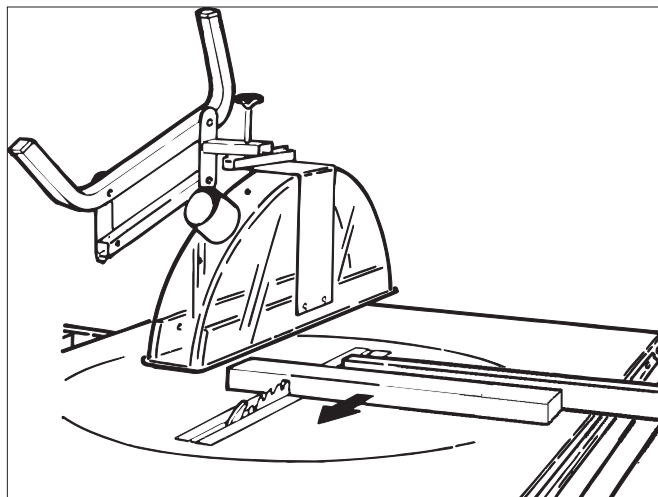

Fig. 22
- Flytt litt på arbeidsstykket og gjenta operasjonen til sporet har riktig bredde. Se fig. 22.